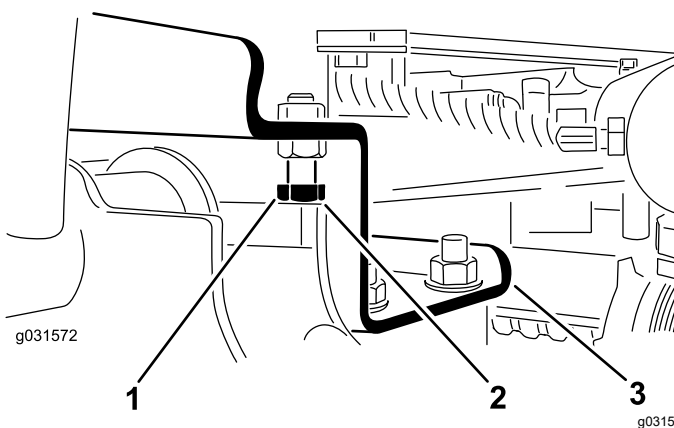

Figura 13
- A. Deurubai uruburile de oprire (Figura 13).
2. Asigurați-vă că spațiul dintre fiecare bra de ridicare i urub de oprire este de 0,13 până la 1,02 mm, aa cum se arată în Figura 13.